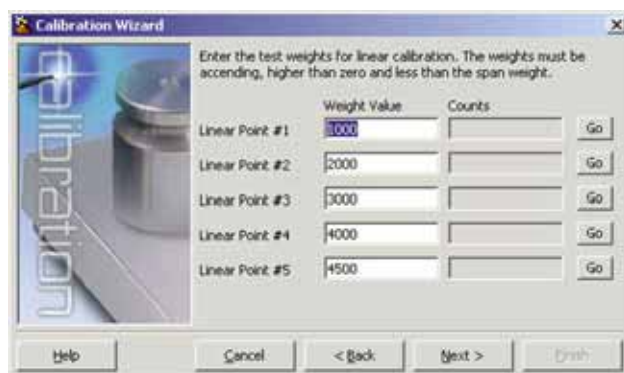

Figura 4-9. Pantalla iRev 4 de Calibración Lineal
7. Si se realiza una calibración lineal hasta de 5 puntos, se pueden ingresar pesos adicionales en la pantalla que se muestra en la Figura 4-9. Los pesos deberán estar en orden ascendente y no incluir el valor Cero ni el de Amplitud. Ingrese los valores y presione *Go* para cada punto.